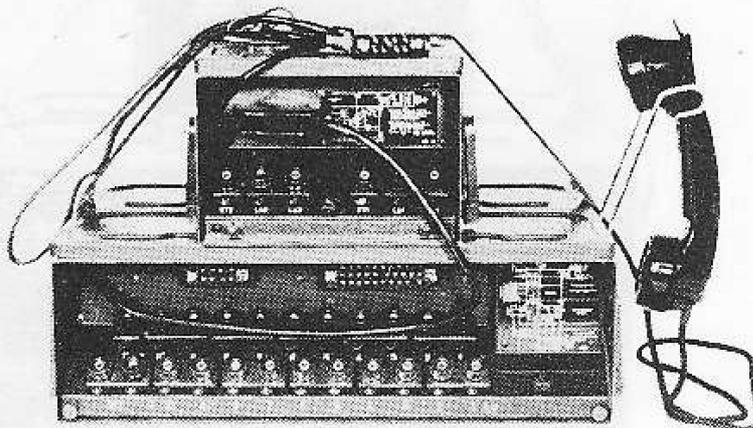

Bild 4
Mit Hilfe des zum Gerätsatz gehörenden Amtszusatzes können die OB-Teilnehmer an Wähl(W)- oder Zentralbatterie (ZB)-Netze angeschlossen werden (Bild 4).